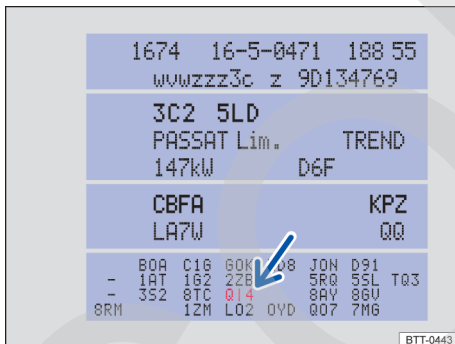

Fig. 225 Adhesivo portadatos del vehículo con núm. PR del servicio correspondiente (representación esquemática).
- Consulte el número PR que figura en el adhesivo portadatos del vehículo → fig. 225 (flecha) → pág. 319.